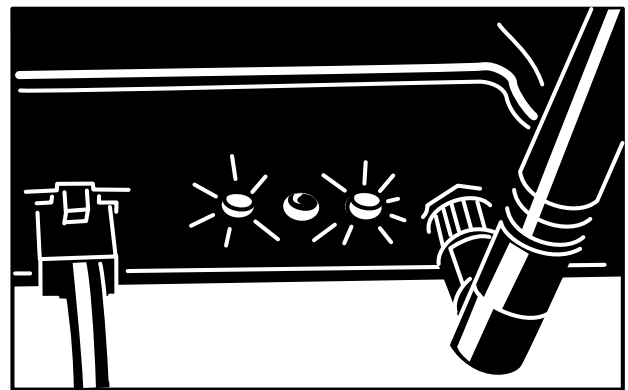

Figura 12
4. Si la estación base se conecta a Internet, asegúrese de que la estación base se pone en contacto con los servidores myTurf y establece una conexión (Figura 12).